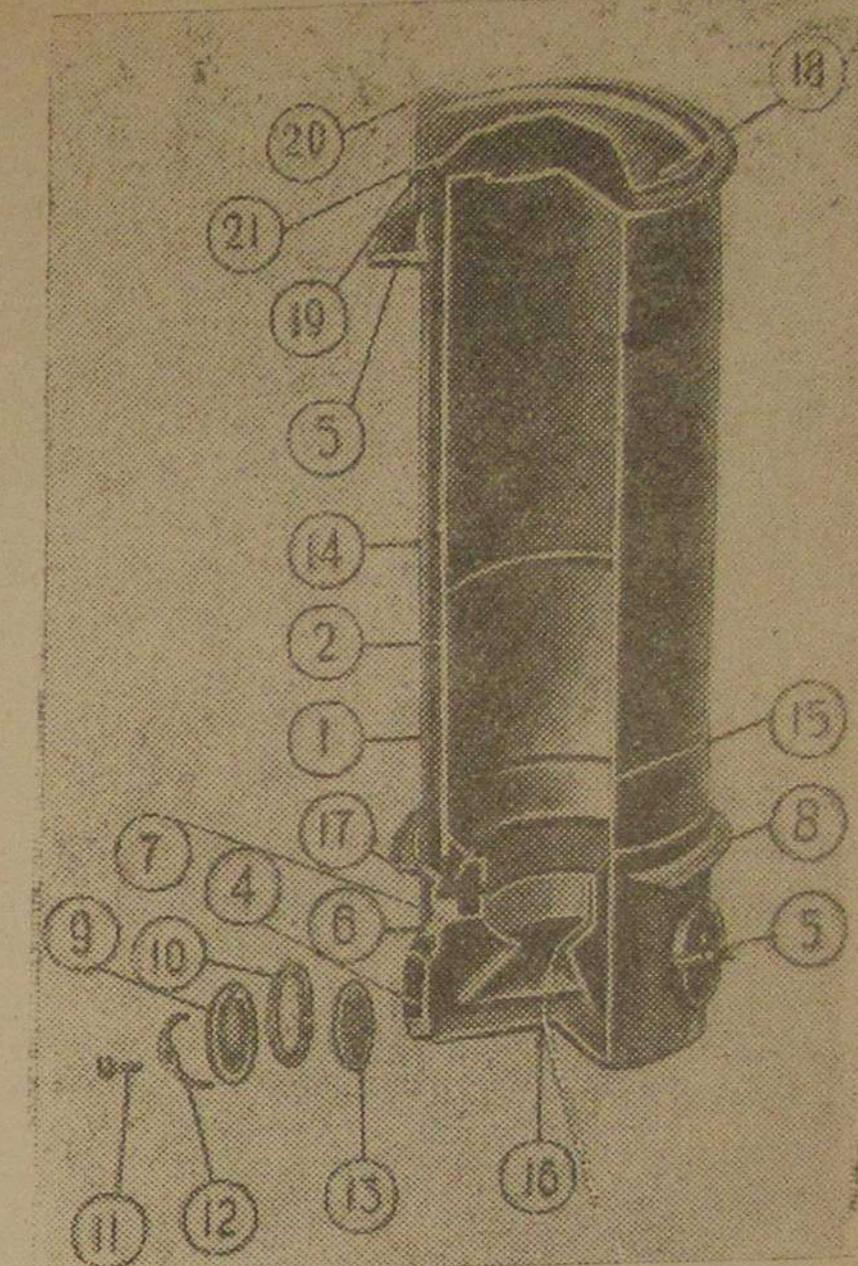

Рис. 3.
Газогенератор ЗИС-21 (рис. 3) состоит из наружного корпуса (1) (цилиндра диаметром 554 мм и высотой 1.900 мм). Снизу корпуса приварено днище, а сверху — фланец для соединения с бункером (2) и фланцем загрузочного люка. В верхней части корпуса вварен патрубок отбора газа (3). Внизу корпуса сделаны три люка: люк зольника (4), люк для загрузки угля (5) и люк для подвода воздуха (6), в котором предусмотрен обратный клапан (7). В нижней части, несколько выше воздушного люка, приварен опорный пояс (8). Люки для загрузки угля и зольниковый плотно закрываются крышками (9), между которыми находятся асbestosовые прокладки (10).